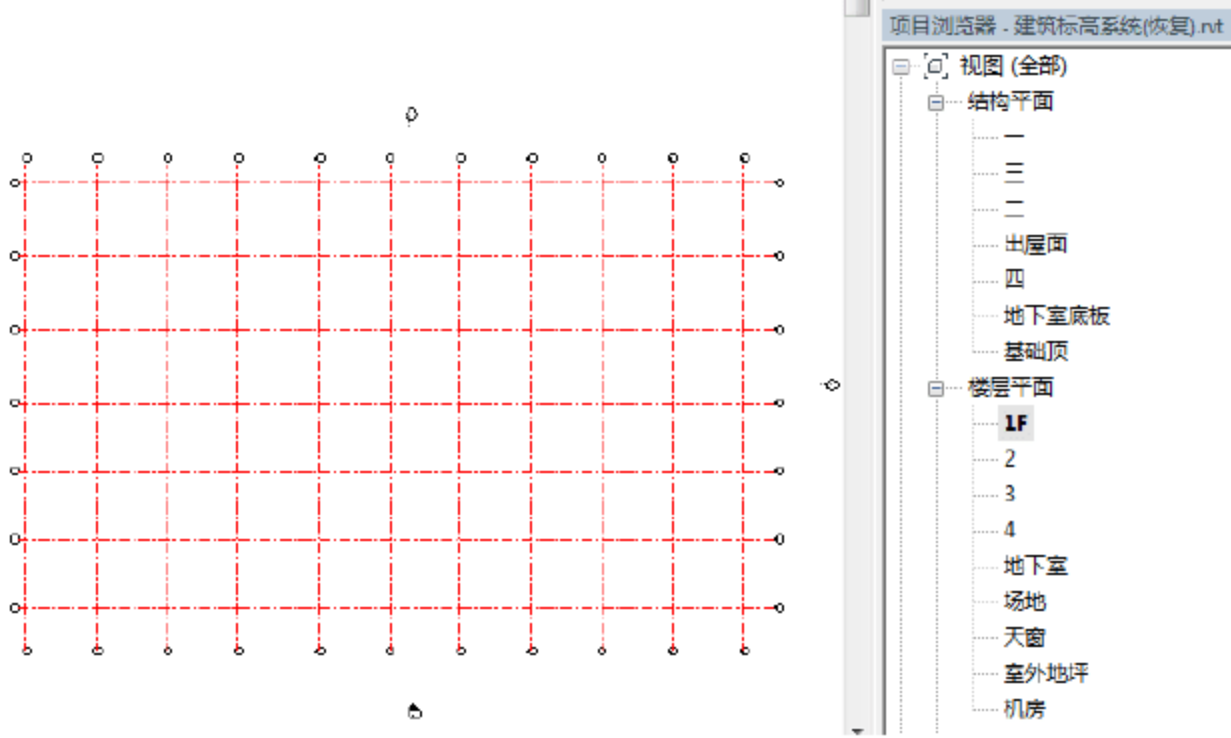
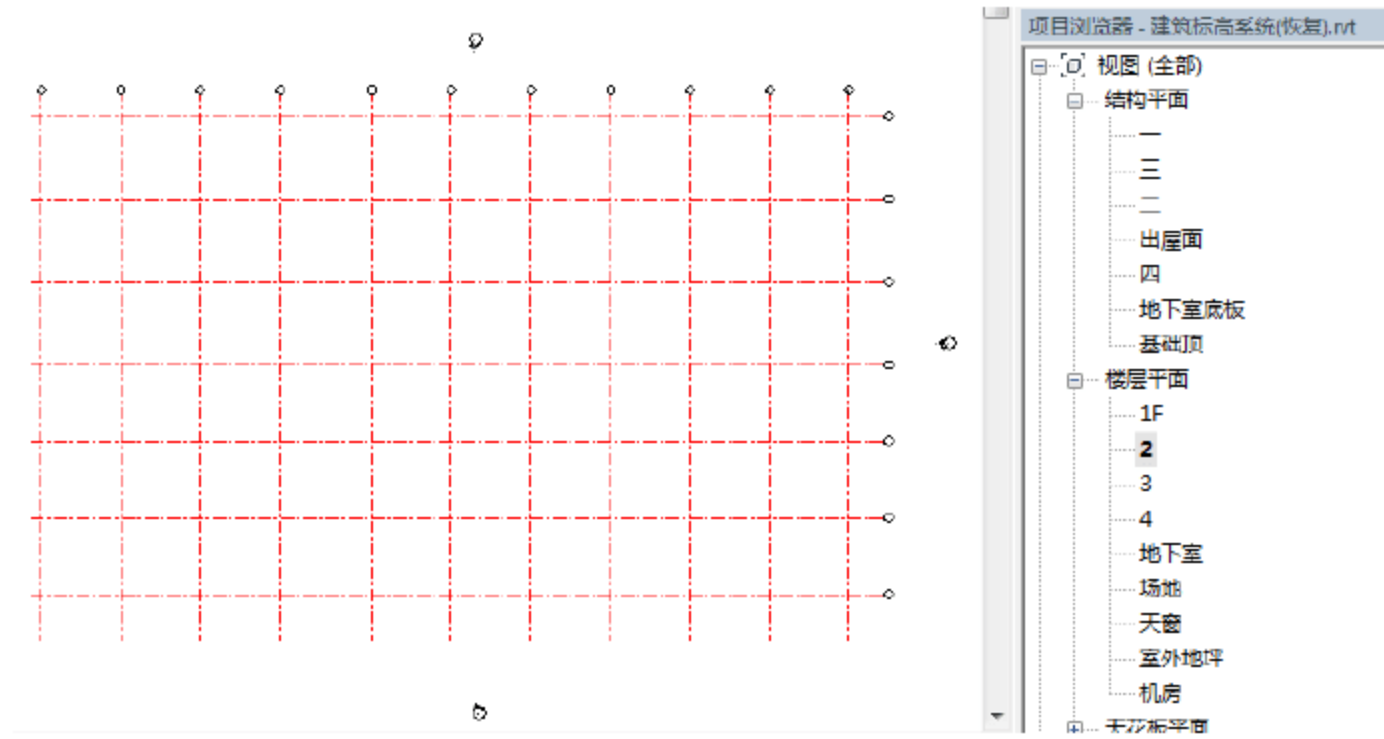
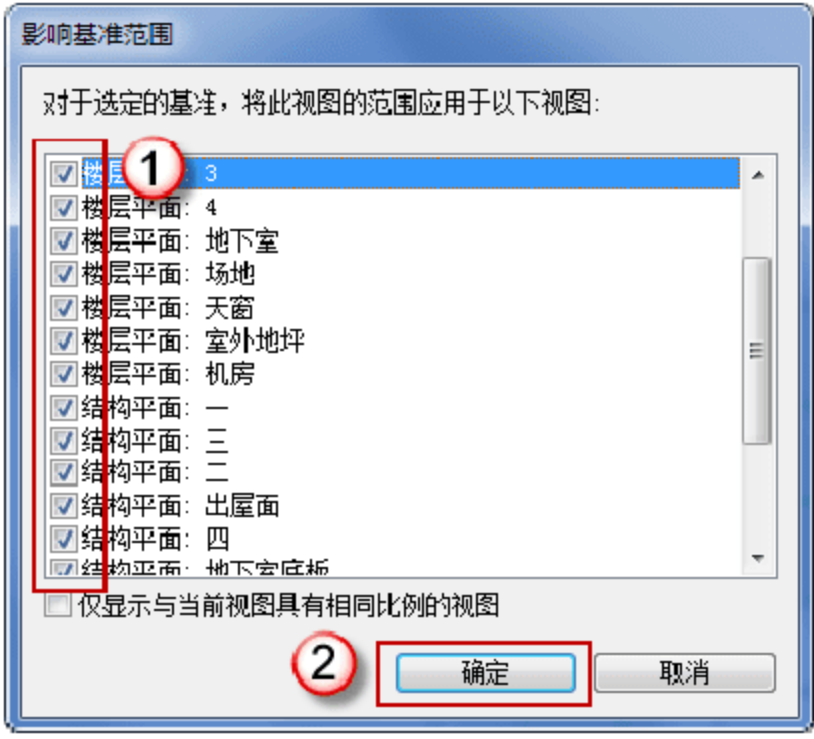

图 1.3.22 双头轴号
图 1.3.23 单头轴号
图 1.3.24 调整影响范围
(2) 调整影响范围。在 Revit 中轴网是有影响范围的，也就是说轴网调整后，不是每个楼层平面视图都可以影响到，需要设置这样的范围。在“项目浏览器”面板中单击楼层平面的 1F 楼层，可以观察到轴网的两端都有轴号，如图 1.3.22 所示。但是，在“项目浏览器”面板中单击楼层平面的 2 楼层，可以观察到轴网只有一端有轴号，如图 1.3.23 所示。再次返回到 1F 楼层平面视图，选择所有轴线，选择“影响范围”命令，在弹出的“影响基准范围”对话框中选择所有的楼层平面与结构平面，并单击“确定”按钮完成操作，如图 1.3.24 所示。